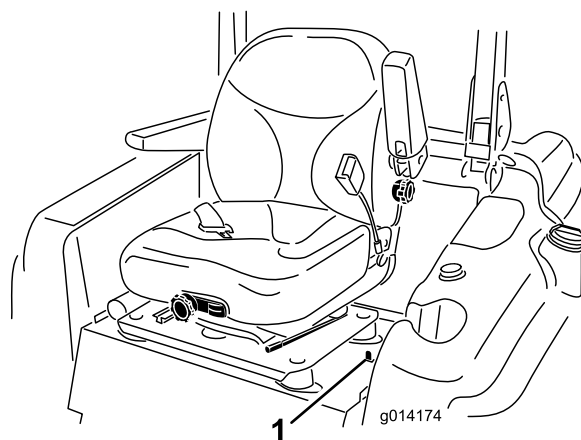

Рисунок 32
1. Для разблокировки сиденья отведите назад фиксатор сиденья, расположенный на левой стороне сиденья, и потяните вперед за верх сиденья (Рисунок 32).